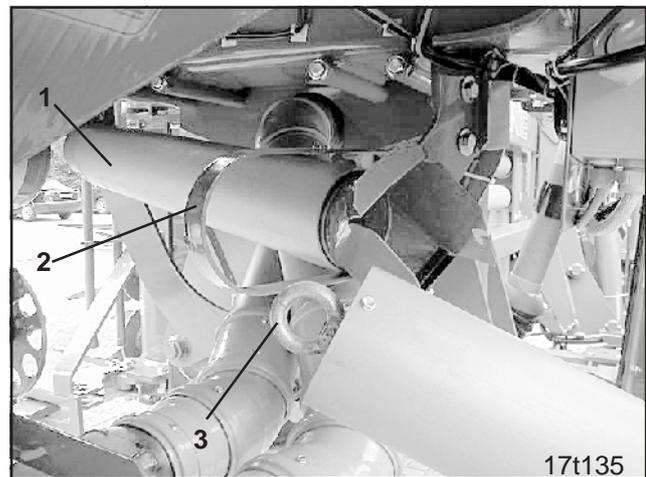

Fig. 16.3
Die Auffangbehälter (Fig. 16.3/1) stecken in einer Halterung (Fig. 16.3/2) und sind in einer Öse (Fig. 16.3/3) eingehängt.
- Auffangbehälter (Fig. 16.3/1) an der Halterung (Fig. 16.3/2) befestigen